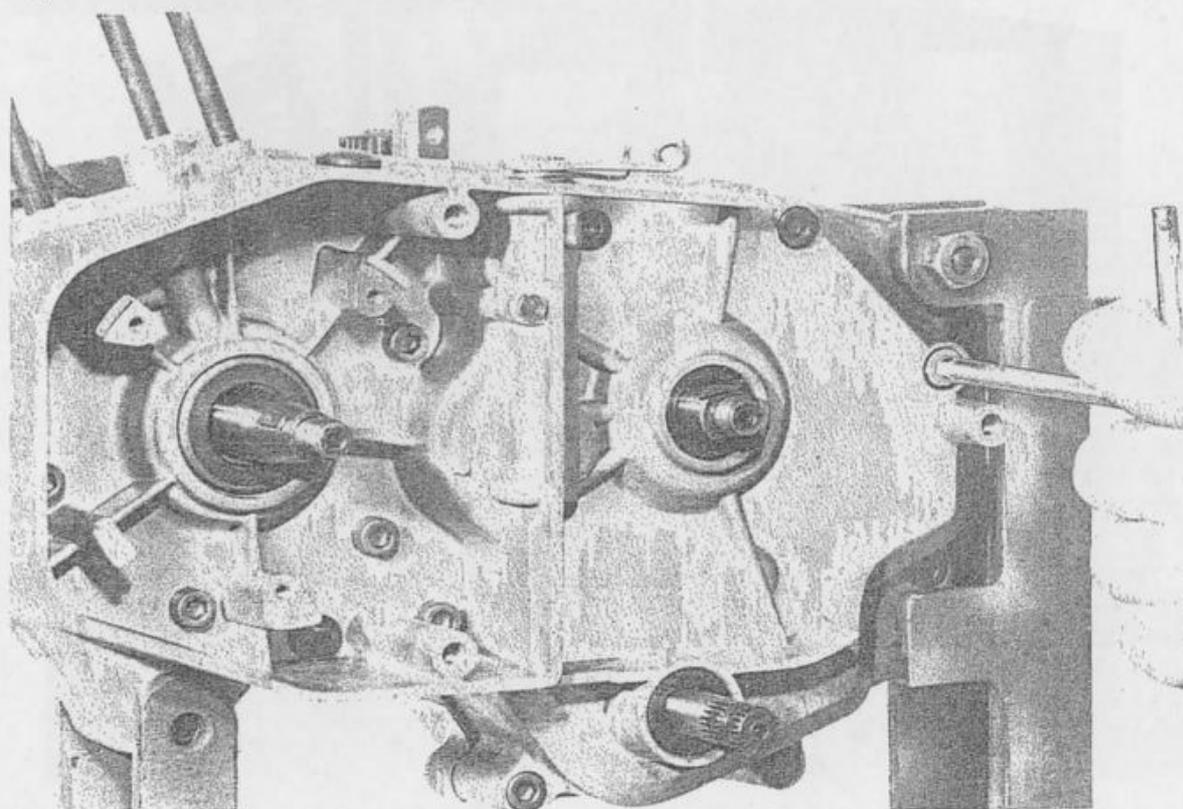

Fig. 18 - Smontaggio viti fissaggio semicarters
- Togliere le viti di unione dei due semicarters, dalla parte semicarterm lato volano (fig. 18).